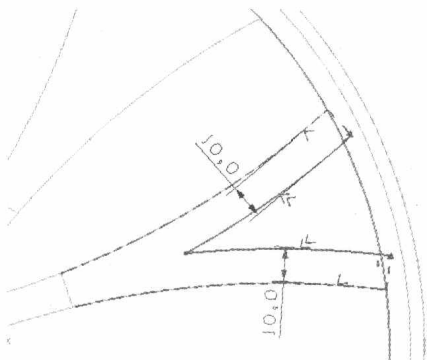

图 1-33 绘制草图
(5) 单击【特征】工具条中的【草图】按钮 ,打开【创建草图】对话框。按默认设置,单击【确定】按钮,创建如图 1-33 所示的草图曲线,单击【完成草图】按钮 ,退出草